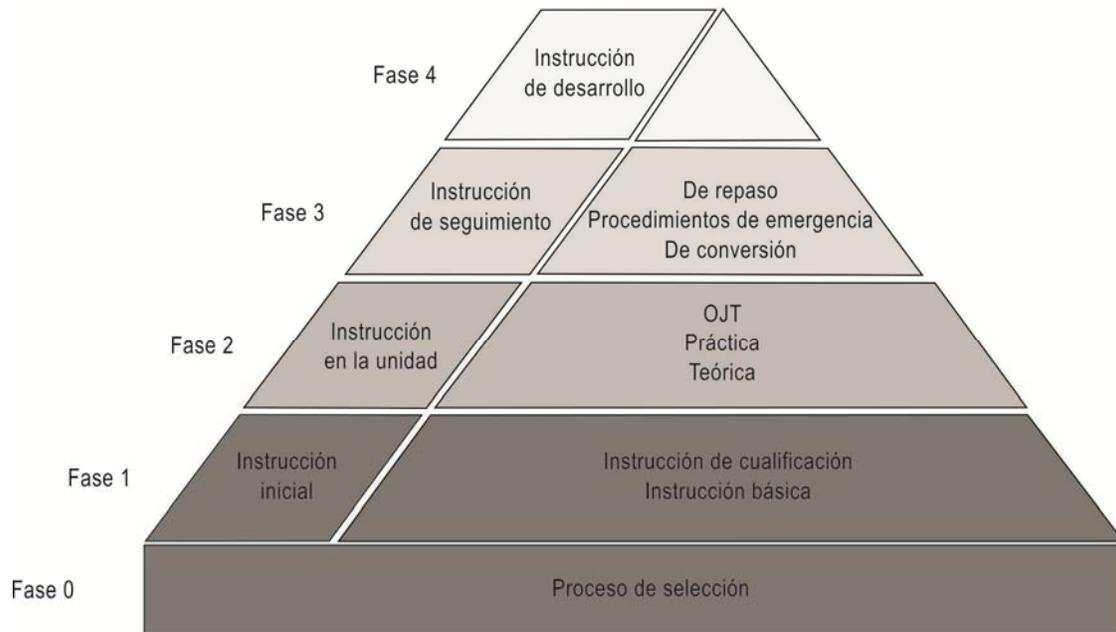

Figura 1-2. Fases de instrucción de los ATSEP
1.3.1 Para asegurar la normalización a nivel mundial, se recomienda que la instrucción de los ATSEP se organice según las fases que se ilustran en la Figura 1-2: